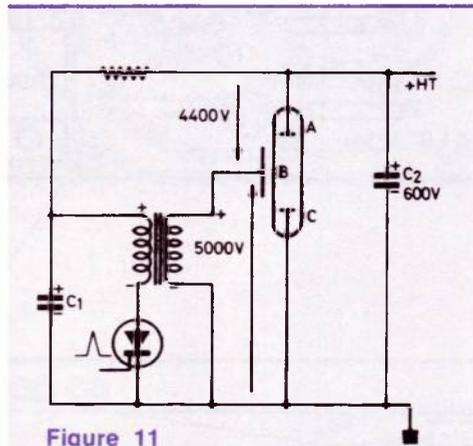

Figure 11
Suivant le branchement du secondaire du transformateur d'impulsions on améliore les déclenchements et ainsi la fréquence maximum. Les figures 11 et 12 résument la situation.
A la figure 11 le branchement est mauvais. Nous supposons que les impulsions soient de 5.000 V et que C_2 soit chargée à 600 V.
Avec le montage de la figure 11 la plus grande différence de potentiel entre l'électrode d'amorçage (B) et les autres électrodes (A ou C) est de 5.000 V.